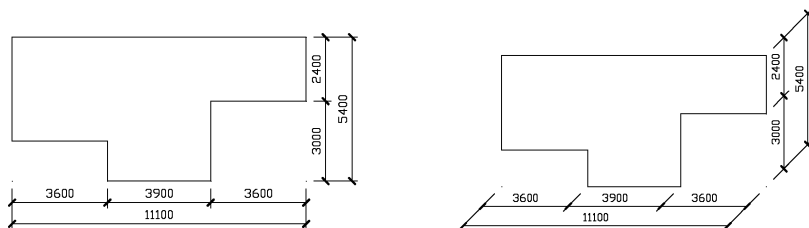

图 5-70 倾斜标注对象
- 倾斜(O): 选择该选项可以使非角度标注的尺寸界线倾斜一个角度，这时需要先选择尺寸对象，然后设置倾斜角度值，如图 5-70 所示。